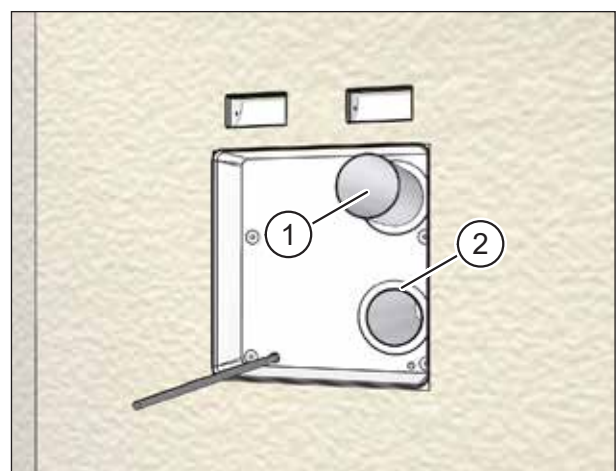

Abb. 35: Lüftungsrohre ablängen
- ▶ Schieben Sie beide Lüftungsrohre (Pos. 1 in Abb. 35) soweit in die Öffnungen des Montagesets ein, dass sie bündig mit der Innenseite des Montagesets abschließen (Pos. 2 in Abb. 35).